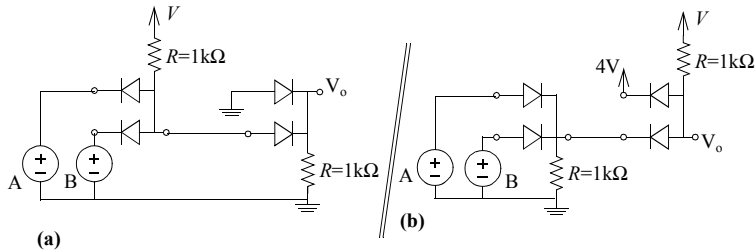

Figura 5
11.-Supón que el terminal de salida de la puerta AND se conecta a la entrada de una puerta OR como se muestra en la Figura 5(a). La segunda entrada de la puerta OR está a 0V. Considera diodos ideales, $V=4V$, y $R=1k\Omega$. Muestra que si $A=B=4V$ para la puerta AND, la tensión de salida V_o no es 4V, como sería si los circuitos no estuvieran conectados. ¿Cuál es la razón?.
12.-Supón que el terminal de salida de la puerta OR se conecta a la entrada de una puerta AND como se muestra en la Figura 5(b). La segunda entrada de la puerta AND es 4V. Toma diodos ideales, $V=4V$, y $R=1k\Omega$. Muestra que si $A=B=0V$ para la puerta OR, la tensión de salida V_o no es 0V, como sería si los circuitos no estuvieran conectados. ¿Cuál es la razón?.